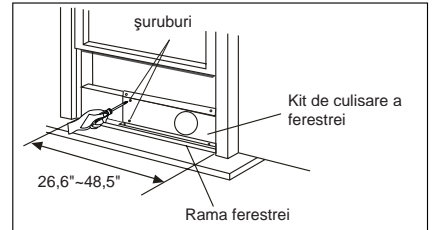
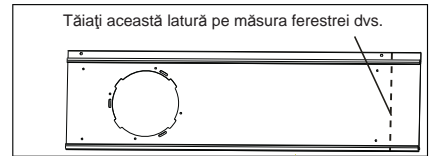
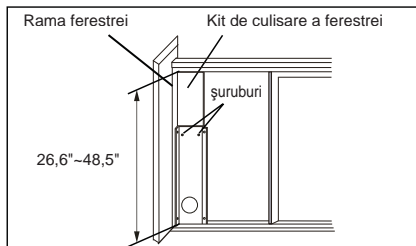

Fig. 13
Fig. 14
Fig. 19
2. Deschideți geamul și puneți kitul de culisare a ferestrei pe rama ferestrei (Fig. 13). Prindeți kitul de culisare a ferestrei de rama ferestrei. Reglați lungimea kitului de culisare a ferestrei în funcție de lățimea ferestrei. Înșurubați cele două șuruburi de kitul de culisare a ferestrei. Consultați Fig. 13. Tăiați kitul reglabil de culisare a ferestrei dacă lățimea ferestrei este mai mică de 26,6 țoli (Fig. 14).
2. Deschideți geamul și puneți kitul de culisare a ferestrei pe rama ferestrei. Consultați Fig. 19. Prindeți kitul de culisare a ferestrei de rama ferestrei. Reglați lungimea kitului de culisare a ferestrei în funcție de înălțimea ferestrei. Înșurubați cele două șuruburi de kitul de culisare a ferestrei. Consultați Fig. 19. Tăiați kitul reglabil de culisare a ferestrei dacă înălțimea ferestrei este mai mică de 26,6 țoli (Fig. 14).